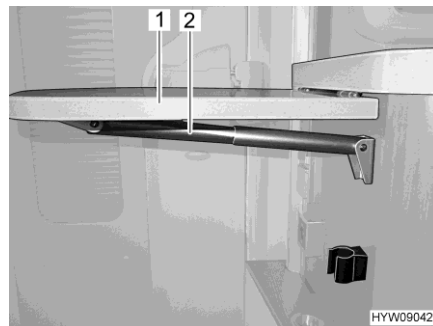

Fig. 57 Mesa de bar plegable
- Agarrar la parte inferior de la mesa de bar plegable (Fig. 57,1) y extraer la misma del engatillado tirando ligeramente.
- Girar el tablero de la mesa hacia arriba hasta que se active la fijación del soporte telescópico (Fig. 57,2). Soltar el tablero de la mesa.